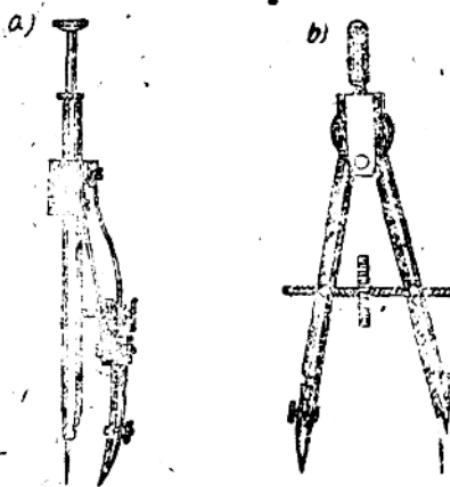
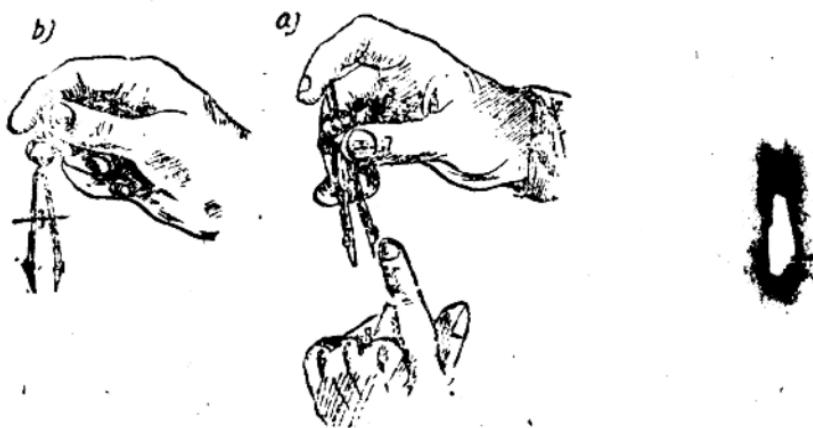

图6 小圆规
图 7 小圆规的用法
常用的小圆规也有两种，如图6。其中a种为弹簧圆规非常灵便，能画很小的圆。圆规的拿法如图7。右手的中指可以随时调节圆的大小。
- 二、右手拿住圆规，找到合适的圆心后，立即把它确定下来（如图7，a）。
四、右手恢复到图7,b的位置，由大拇指和中指使圓規向順時針方向旋轉。